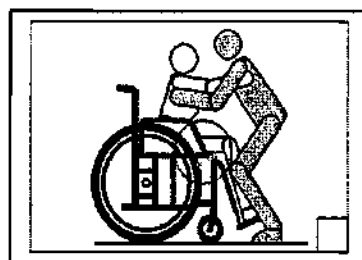

Рис. 3
6.3. Всегда ставьте коляску на тормоз при пересадке. Тормоза кресла-коляски должны быть отрегулированы в соответствии с положением задних колёс (рис.3)